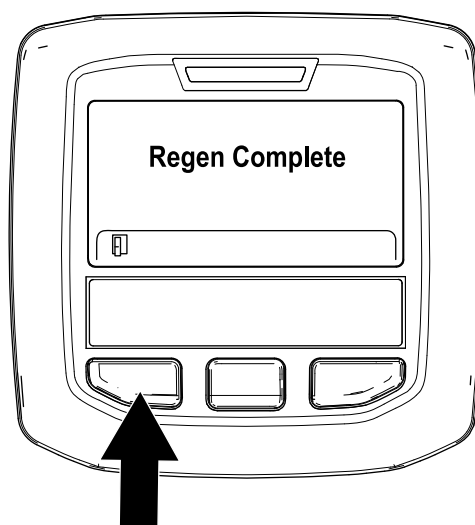

Figura 39
- La rigenerazione parcheggiata è completa quando nell'InfoCenter appare il messaggio "Rigen. completa". Premete il pulsante sinistro per uscire e tornare alla schermata Home (Figura 39).